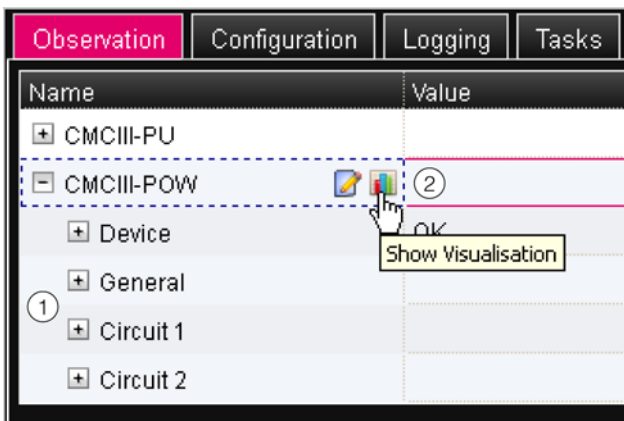

Рис. 13: Древоподобное отображение
Когда после выбора уровня "CMCIII-POW" отображаются нижестоящие элементы "Device", "General" и т. д. (рис. 13, поз. 1), перейдите в отображение в форме таблицы следующим образом:
- Нажмите на цветной графический символ в виде диаграммы рядом с элементом "CMCIII-POW" (рис. 13, поз. 2).
Отображение поменяется на древоподобную структуру (рис. 13) и Вы можете целенаправленно получить доступ к отдельным настройкам.